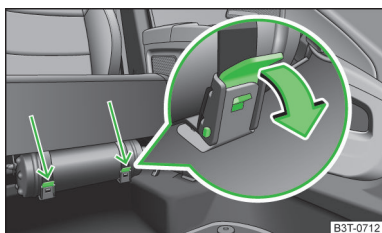

Fig. 177
- Aflojar ambas correas tirando de los seguros respectivos en la dirección de la flecha » fig. 177.